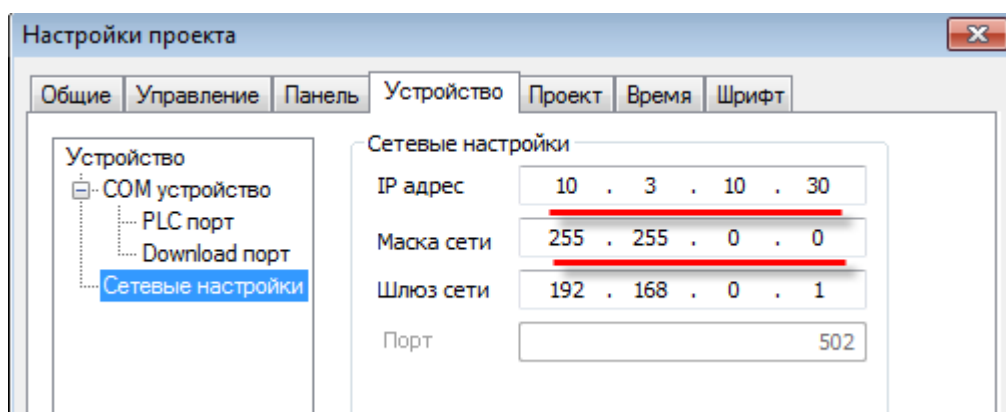

Рис. 43. Сетевые параметры панели
6. Добавьте новый коммуникационный узел с названием **СПЗххР** и **IP-адресом**, совпадающим с адресом, указанным в сетевых параметрах панели (см. рис. 43):